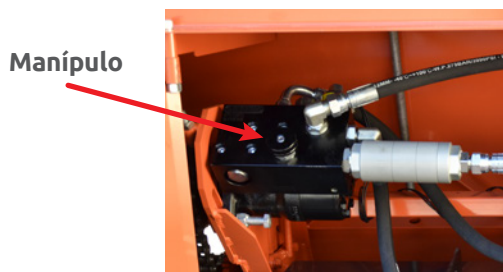

fig. 05
- Junto ao motor hidráulico que aciona a esteira direita do equipamento (Fig. 05), encontra-se um manípulo recartilhado sobre o bloco de alumínio que faz a regulagem da velocidade das duas esteiras simultaneamente;